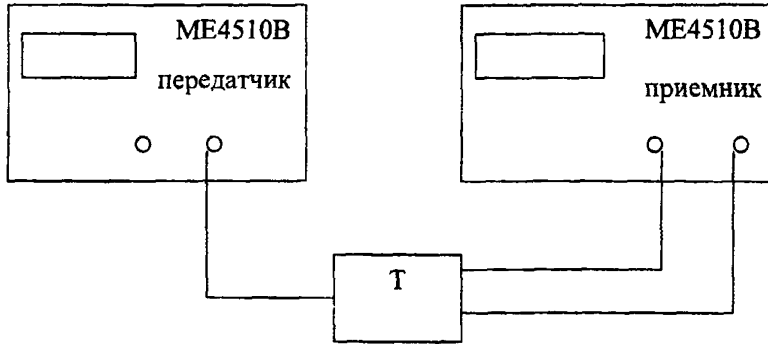

Рисунок 26
3.4.15. Для определения собственной неравномерности характеристики разности абсолютных времен распространения соединить выход IF OUTPUT передатчика через направленный ответвитель HO со входом IF INPUT и SUB IF INPUT приемника (Рисунок 26)